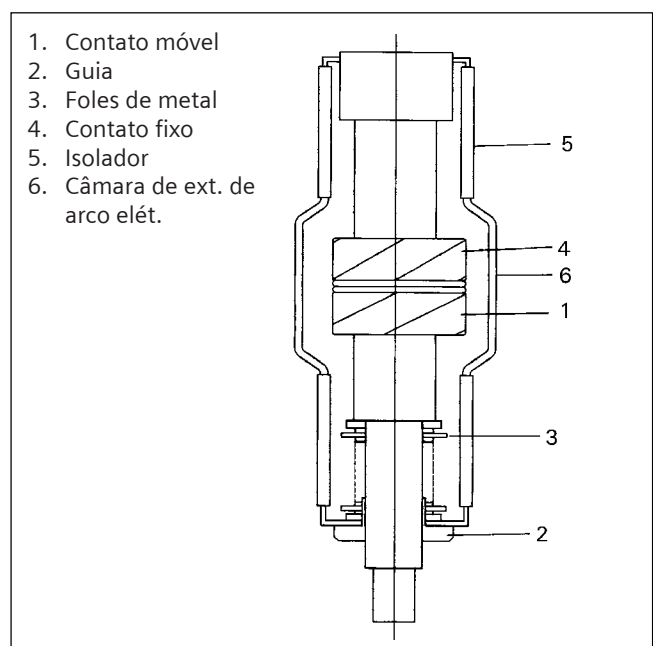

Fig. 9. Componentes do interruptor a vácuo
3.2 Interruptor a vácuo (Fig. 9)
A construção básica do interruptor pode ser vista na Fig.9. O contato móvel (P-1) se move no guia (P-2). As foies (P-3) seguem o percurso do contato (P-1) e vedam o interruptor, protegendo-o.